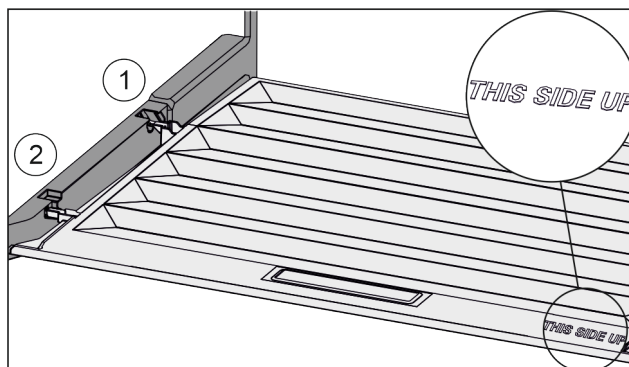

Fig. 35
- ▶ Výstupky veka zaveďte cez otvor zadného držiaka Fig. 35 (1) a zaistíte vpredú v držiaku Fig. 35 (2).